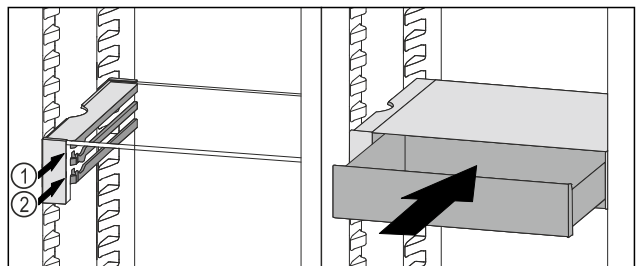

Fig. 121
- ▶ Placer le tiroir VarioSafe derrière les butées sur la nervure désirée Fig. 121 (1) ou Fig. 121 (2).